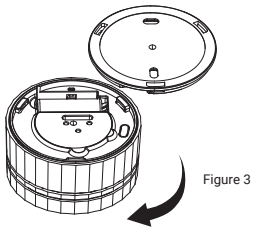

Figure 3
- 1.Retirez le support de montage de l'arrière de l'alarme en tenant le support de montage et en tournant l'alarme dans le sens indiqué sur le couvercle de l'alarme (voir figure 3).